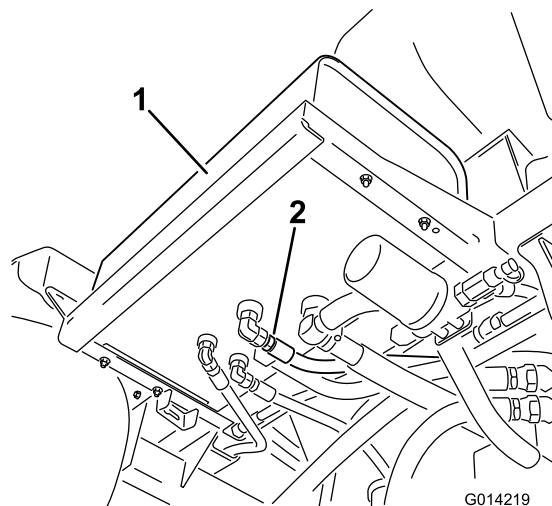

Bild 72
2. Reinigen Sie den Bereich um ein Hydraulikschlauch-Anschlussstück unten am Hydraulikölbehälter (Bild 72).
4. Nehmen Sie das Schlauch-Anschlussstück vom Behälter ab und lassen Sie das Öl in die Wanne laufen (Bild 72).